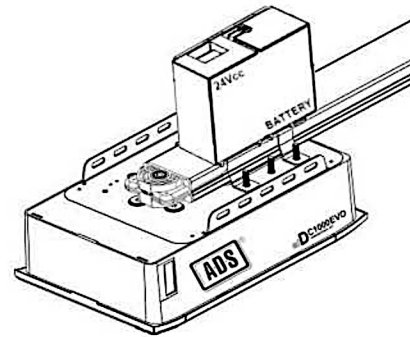

Fig. 15
2.Conecte la Batería de Respaldo al Abrepuertas de Garage. (Fig.15)